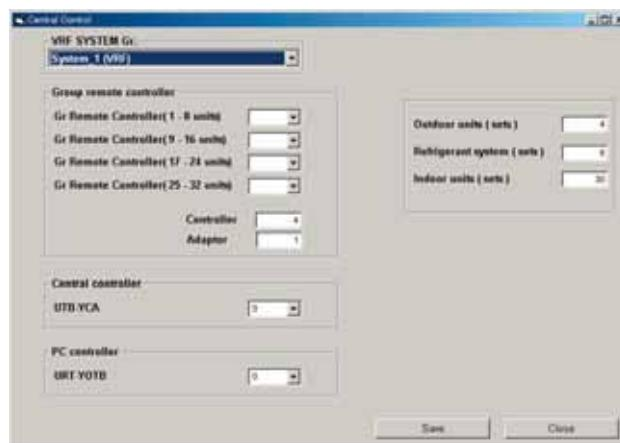

Рис. 6.5.11
Пульты группового и централизованного управления, а также ПК-контроллеры присваиваются кнопкой "Управление" (Central Control) (14). (рис. 6.5.11)